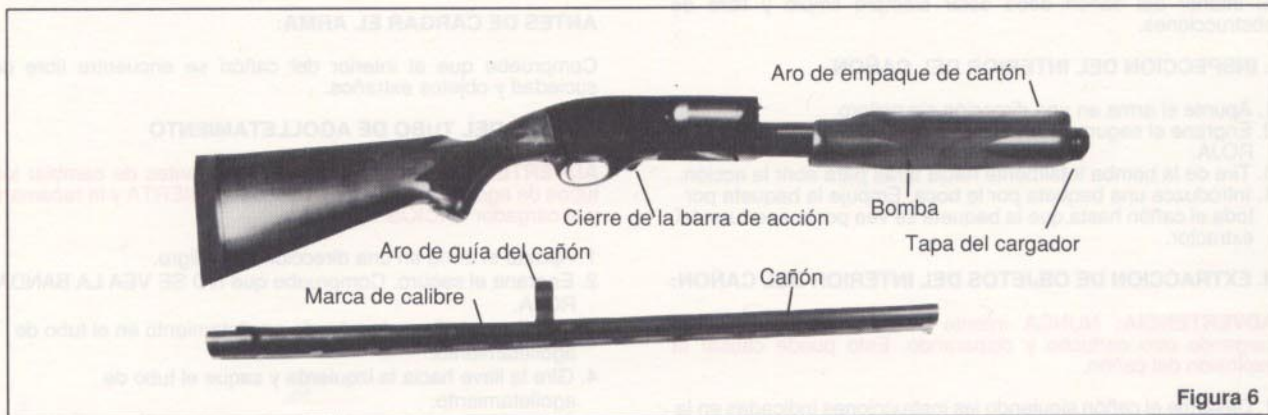

Figura 6
La escopeta de bomba Modelo 870 se envía con el cañón desmontado. Lea la observación más abajo. La ubicación de las piezas puede verse en la Figura 6.
3. Retire el aro de empaque de cartón del tubo del cargador. Vea la Figura 6.